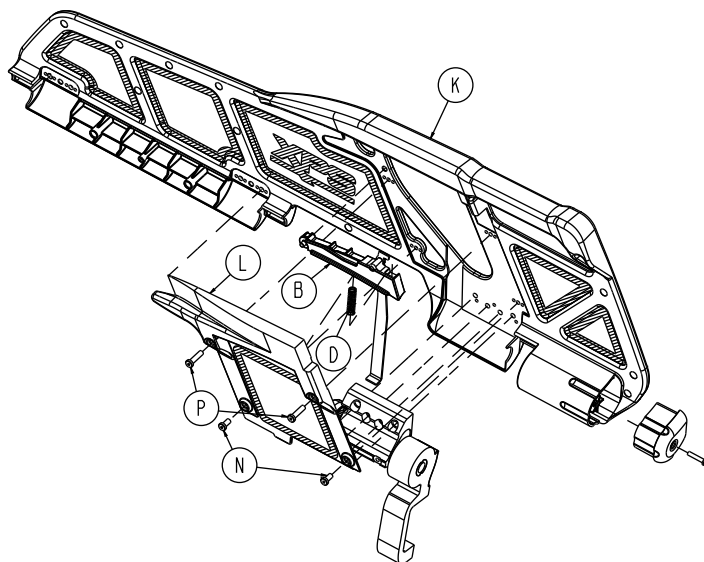

Figure 18 – Composants de l'ensemble poignée de déverrouillage /poignée à ressort (XPS)
5. À l'aide d'une clé à 6 pans de 3/32 po, retirer les quatre vis d'assemblage à six pans creux (N et P) qui fixent le couvercle de déverrouillage (L) à l'ensemble de surmoulage (K) (Figure 18). Retirer et conserver le couvercle de déverrouillage. Conserver les vis.
6. À l'aide d'un petit tournevis à fente, soulever le ressort de la poignée (D). Retirer et conserver le ressort.
7. Saisir la poignée (B) et soulever le côté à ressort de la poignée pour la retirer du couvercle. Mettre l'ensemble poignée de côté.
6. À l'aide d'un petit tournevis à fente, soulever le ressort de la poignée (D). Retirer et mettre de côté le ressort.